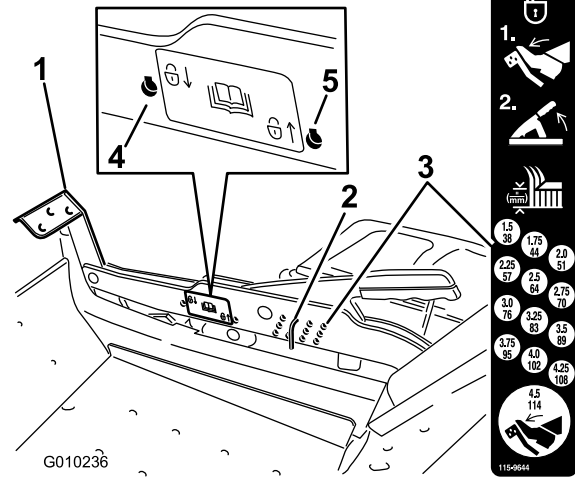

Bild 27
1. Treten Sie mit dem Fuß auf das Mähwerkhubpedal und heben Sie das Mähwerk in die Transportstellung an (auch die Schnitthöhe von 114 mm) (Bild 27).
2. Entfernen Sie den Splint zum Einstellen der Schnitthöhe aus der Schnitthöhenhalterung (Bild 27).
3. Wählen Sie ein Loch in der Schnitthöhenhalterung, das der gewünschten Schnitthöhe entspricht, und stecken Sie den Lastösenbolzen wieder ein (Bild 27).
2. Entfernen Sie den Stift aus der Schnitthöhenstellhalterung (Bild 27).
3. Wählen Sie das niedrigere Loch auf dem Arretierungsschild und stecken Sie den Stift ein (Bild 27).
4. Wählen Sie das höchste Loch auf dem Arretierungsschild und stecken Sie den Stift ein (Bild 27).